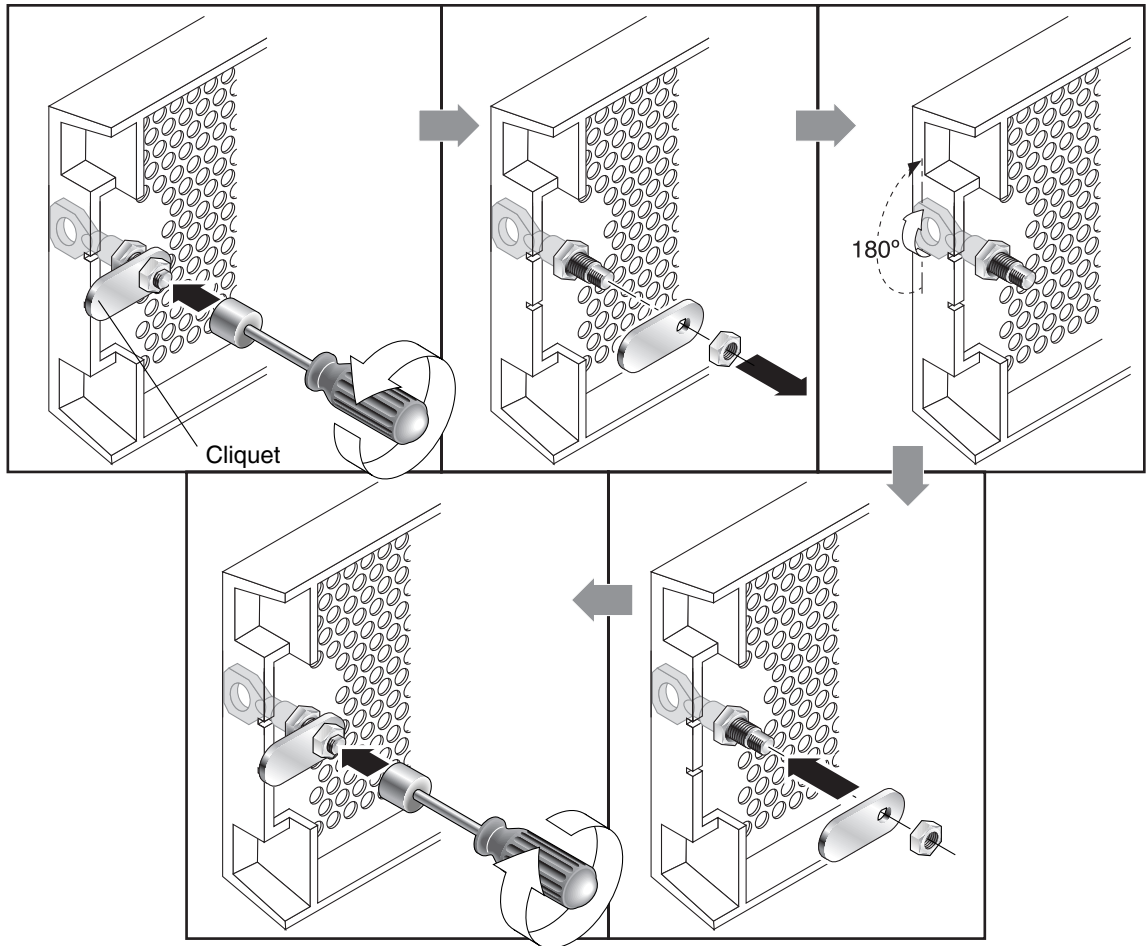

FIGURE 4-2 Séquence à suivre pour modifier les verrous du panneau afin d'empêcher le retrait des clés
1. Retirez le panneau avant en faisant pivoter doucement les bras oscillants hors de leurs supports et assurez-vous que la clé se trouve en position verrouillée, avec le cliquet à l'horizontale et dépassant le bord du panneau (voir la première illustration de la FIGURE 4-2).
2. Maintenez la clé en place et utilisez un tournevis à douille de 12 mm ou 3/8 de pouce pour retirer l'écrou de verrouillage qui maintient le cliquet en place, comme indiqué dans la première illustration de la FIGURE 4-2.
3. Soulevez le cliquet de la partie fileté du verrou, comme indiqué dans la deuxième illustration de la FIGURE 4-2.
5. Utilisez la clé pour tourner le verrou de 180°, comme indiqué dans la troisième illustration de la FIGURE 4-2.
6. Remplacez le cliquet en veillant à l'orienter de la même façon qu'avant le démontage, comme indiqué dans la quatrième illustration de la FIGURE 4-2.
7. Maintenez la clé en place et utilisez le tournevis à douille pour resserrer l'écrou de verrouillage, comme indiqué dans la cinquième illustration de la FIGURE 4-2. Veillez à ne pas forcer le filetage.